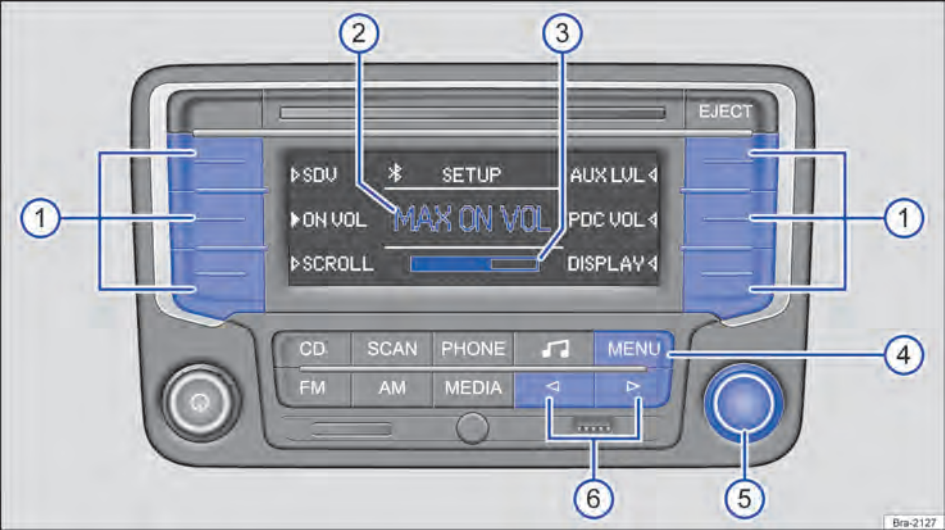

Fig. 151 Menu SETUP: definir o volume inicial.
- Pressionar o botão do aparelho **MENU** a partir de qualquer menu → Fig. 151 ④.
- Pressionar os botões de função para abrir o respectivo menu de ajuste → Fig. 151 ①.
- Girar botão de ajuste para alterar o ajuste atual → Fig. 151 ⑤.
- **OU**: pressionar brevemente o botão do aparelho ◀ ou ▶ para alterar o ajuste atual → Fig. 151 ⑥.
- **OU**: botão do aparelho é pressionado brevemente **MENU** → Fig. 151 ④.
→ Fig. 151 ② e, abaixo disso, a barra de volume
→ Fig. 151 ③.